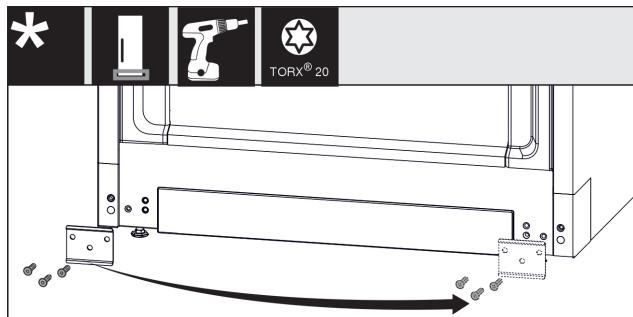

Fig. 12
- ▶ Ξεβιδώστε το έλασμα, μεταφέρτε το στην άλλη πλευρά και βιδώστε το ξανά. Fig. 12 (1)